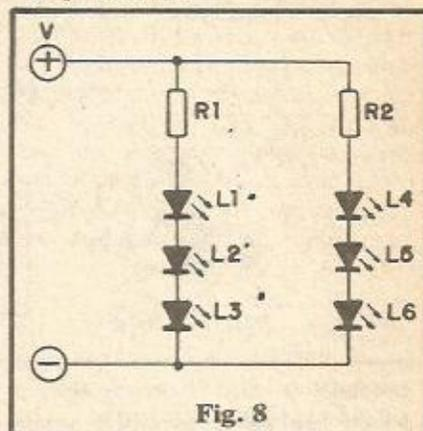

Fig. 8
- FIG. 8 - E se forem realmente **muitos** LEDs os que desejamos acender, sob uma fonte de C.C...? A saída que o bom senso nos indica é o arranjo **misto, série/paralelo**, conforme o exemplo esquematizado na figura. Calculem cada **ramo/série** exatamente como fizemos no exemplo da fig. 7-A, aproveitando para demarcar a **corrente** em cada ramo. Finalmente, para determinar a corrente total no sistema, usem a **soma** mostrada nos cálculos da fig. 7-B. Ponham esses neurônios pra funcionar, e determinem também a dissipação necessária a R1 e R2...